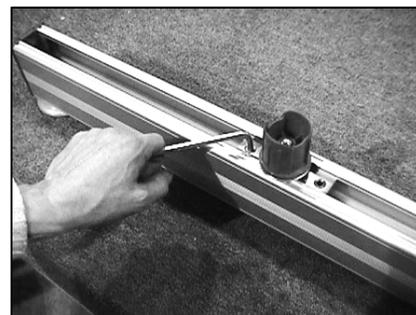

Figure 7
3. Utilisez la même clé, desserrez le poteau en plastique pour que l'adaptateur puisse glisser aisément (voir la Figure 7).